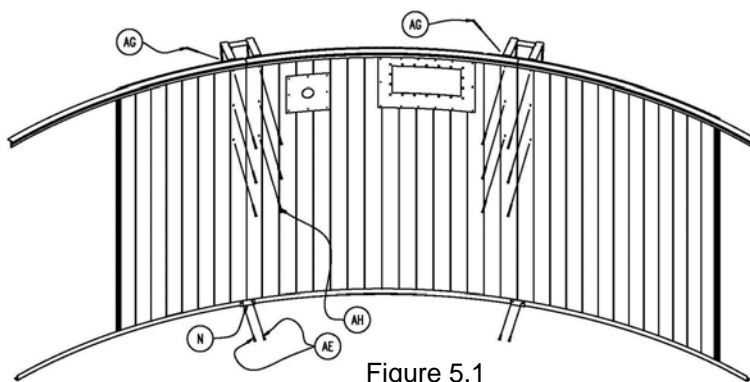
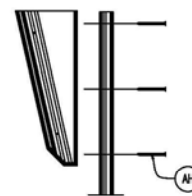

Figure 5.1
Figure 5.2
Le premier panneau flexible se fixe dans le haut et le bas du dernier poteau (J) de la section mur droit avec des vis à bois (AH). Pour les suivants, vissez en diagonale le haut du panneau sur le précédent avec une vis (AG). Ensuite, utilisez les clips de panneaux (N) et les vis (AE) pour fixer ensemble le bas des panneaux (figure 5.1). Réunissez les panneaux avec la colonne pour mur rond (F) en la positionnant à égalité avec le profilé d'accrochage. Vissez ensuite les panneaux dans la colonne (F) avec les vis (AH) en utilisant les trous pré-perforés (figure 5.2). Complétez la section du mur rond en vissant (vis AH) le dernier panneau flexible dans le haut et le bas du poteau du mur droit au coté opposé. Répétez l'opération pour la section mur rond coté opposé.